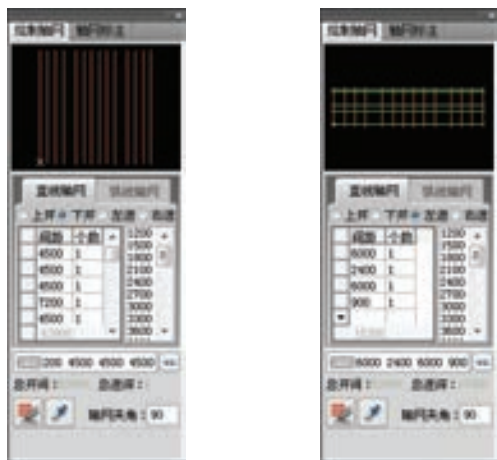

图 15-1 设置参数
1) 调用“绘制轴网”命令，在对话框中分别设置轴网的下开及左进参数，如图 15-1 所示。（下开参数：4500/4500/4500/7200/4500/4500/4500/4500/7200/4500/4500/4500）、（左进参数：6000/2400/6000/900）